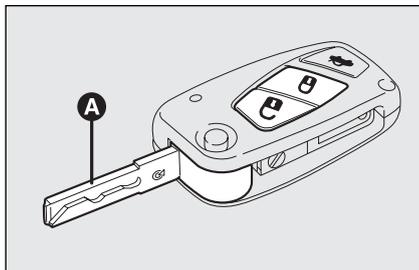

fig. 14
**ATTENTION** En actionnant le verrouillage centralisé au moyen de la tige métallique **A-fig. 14** de la clé, l'alarme ne s'enclenche pas.